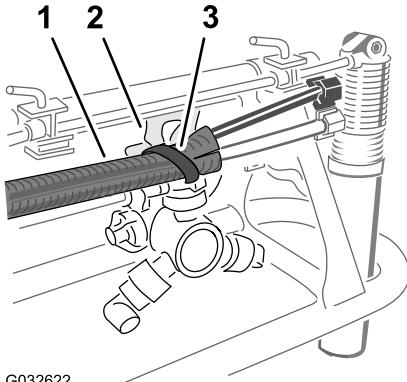

Figure 25
5. Attachez les tubes au trou du support de buse à l'aide d'un serre-câble, comme montré à la Figure 25.